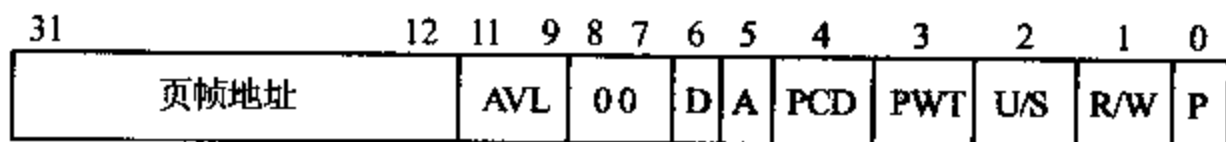

图 13-24 80486 和 Pentium 的页表项格式
前面讲到,每个页目录项和页表项都由 4 字节(32 位)组成,我们把这些项称为描述符。它们的格式基本相同,高 20 位为页帧地址,低 12 位为属性。80486 和 Pentium 的页表项格式如图 13-24 所示,80386 的页表项中,位 4 和位 3 均被清 0。页目录项格式也与此类似。
①先查询 CR3,得知 $CR3=0000\ 8000H$,将其作为页目录表的物理基地址。
②取线性地址的高 10 位 $00\ 0100\ 1000B=048H$,作为页目录索引号。由于每个目录项占 4 个字节,所以要将索引号乘以 4 即左移 2 位,才能得到页目录项的首字节地址,也就是页目录项的偏移地址。本例中偏移地址为 $048H \times 4=120H$ 。
③求页目录项始址的物理地址。其值 = CR3 中的基地址 + 页目录项的偏移地址 = $00008000H+120H=00008120H$ 。
④查页目录项的内容。假设查得该目录中的 4 字节内容($08120H$)= $00010021H$,其中高 20 位为 $00010H$,它将作为下一级表即页表的基地址的高 20 位。而低 12 位为属性,它等于 $021H$,根据图 13-24 所示的页表项属性位内容可知: